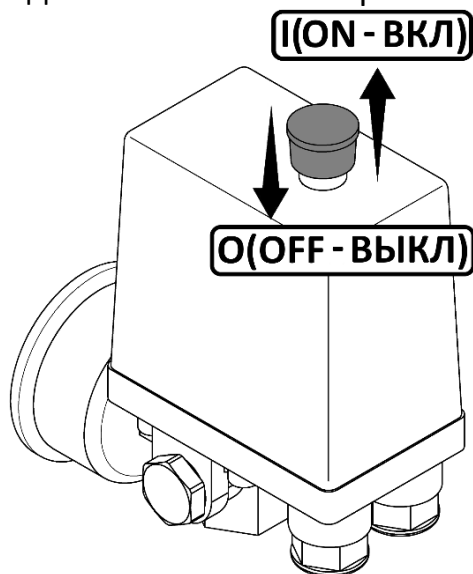

Рисунок 4
- Проверьте, чтобы выключатель на реле давления находился в выключенном положении "O" (рисунок 4).
- Включите компрессор выключателем на реле давления и сразу же выключите. Для этого необходимо переключить выключатель в положение "I" (рисунок 4). Кнопка выключателя имеет фиксированные положения
- 1 Переключите выключатель на прессостате в положение "0" или "OFF", в зависимости от исполнения (см. рисунок 4).